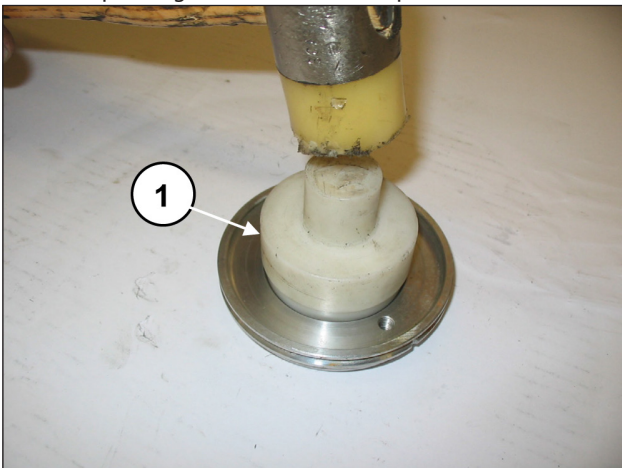

Fig. 94
Monter le joint d'étanchéité radial sur le couvercle du joint d'huile (rep. ①, Fig. 94) à l'aide d'un tampon réf. 27910900.